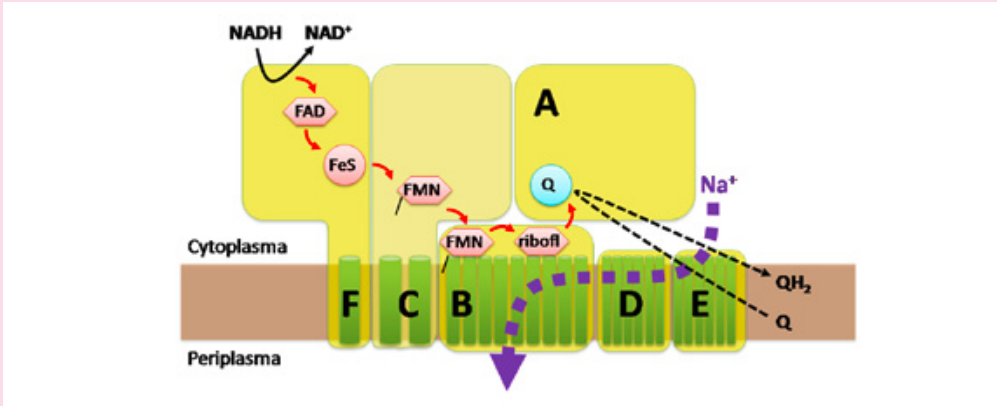

Abb. 2 Molekulare Eigenschaften der Na⁺-Pumpe aus *Vibrio cholerae*
Warum betreibt *Vibrio cholerae* den Aufwand, ein alternatives, Na⁺-abhängiges Energiesystem zu unterhalten? Auf den elektrochemischen Protonengradienten kann, begründet durch die strikte Abhängigkeit der ATP-Synthese vom elektrochemischen Protonenpotenzial (Abb. 1), nicht verzichtet werden. Eine primäre, also direkt durch eine chemische Reaktion angetriebene Na⁺-Pumpe wie die Na⁺-NQR, ist ein in der Produktion „teurer“ Enzymkomplex, der aus sechs Untereinheiten und vielen verschiedenen Kofaktoren aufgebaut ist (Abb. 2). Das Produkt der Na⁺-NQR, der Na⁺-Gradient, könnte prinzipiell auch durch die sekundären Na⁺/H⁺-Antiporter geliefert werden. Sekundär heißen diese Antiporter, weil sie auf Kosten des elektrochemischen Protonenpotenzials den Einstrom von Protonen in die Zelle mit dem Ausstoß von Na⁺ koppeln. Nicht so die Na⁺-NQR: Als primäre Na⁺-Pumpe benötigt sie nur die Substrate NADH und Chinon (Q), die in einer exergonen Redoxreaktion zu NAD⁺ und Chinol (QH₂) umgesetzt werden:
und es so auf vielfältige Arten zu untersuchen (Abb. 2). Aktuell konnten wir an isolierten enterischen Neuronen (Abb. 3) zeigen, dass ein spezifischer Wachstumsfaktor – FGF-2 (Fibroblastenwachstumsfaktor-2) – für die Entwicklung einer Subpopulation enterischer Neurone verantwortlich ist [1]. Anhand einer morphometrischen Analyse einzelner enterischer Neurone auf der Grundlage fraktaler Algorithmen konnten wir eine 40%ige Reduzierung Calbindin-positiver Neurone in vitro und in vivo beweisen. Funktionell führt der Verlust dieser offensichtlich zu den sekretomotorischen Nervenzellen gehörenden Neurone zu einer höheren Durchlässigkeit der Mucosabarriere.